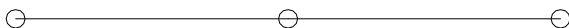

图 2-155 打开素材
**01** 按 Ctrl+O 组合键，打开配套光盘提供的“第 2 章/2.4.11 修改喷头.dwg”素材文件，结果如图 2-155 所示。